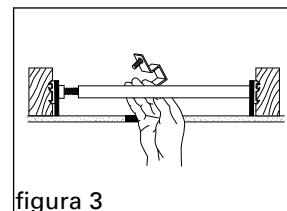
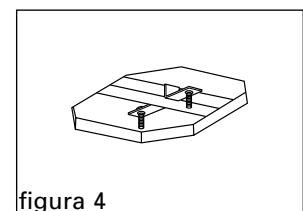

figura 3
figura 4
3. Entre el soporte sobre el tubo cuadrado y centralice sobre el hueco (figura 3). Asegúrese que los tornillos están apuntando hacia en la plancha de estuco (figura 4).